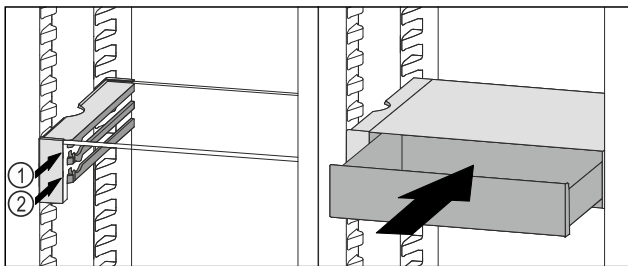

Fig. 121
- Posizionare il cassetto VarioSafe dietro i tappi sulla nervatura desiderata Fig. 121 (1) o Fig. 121 (2).